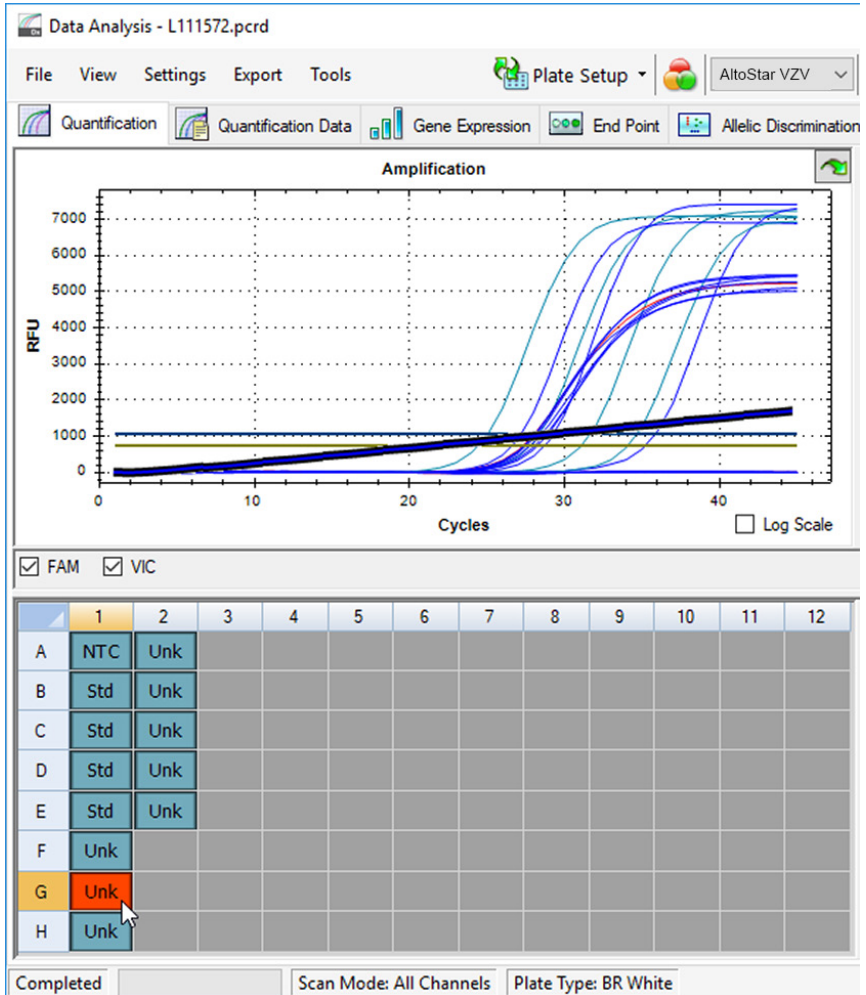

Figura 6: Ventana Data Analysis (análisis de datos): señal de PCR irregular
2. Identifique pocillos con señales de PCR irregulares (aumento de señal lineal, picos de señal, etc.) en cualquiera de los canales de detección FAM™ (VZV objetivo) y VIC™ (IC) (consulte la figura 6).